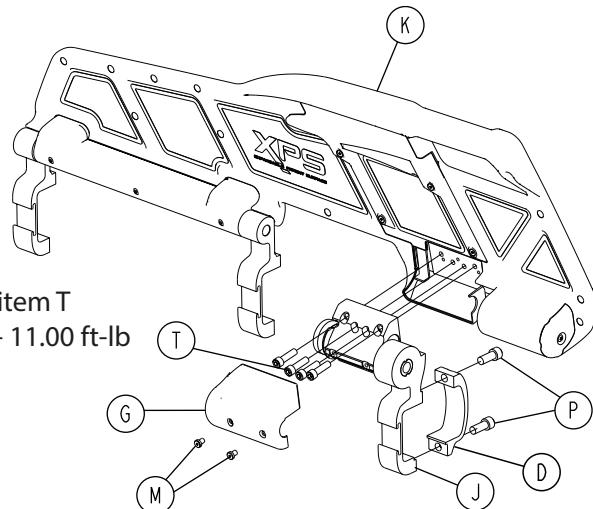

Figure 23 – Composants de l'ensemble clé à cliquet (XPS)
5. À l'aide d'une clé à 6 pans de 3/32 po, retirer les deux vis d'assemblage à six pans creux (M) qui fixent le couvercle de la clé à cliquet (G) à l'ensemble clé à cliquet (J) (Figure 23). Retirer et conserver le couvercle de la clé à cliquet. Conserver les vis.
6. À l'aide d'une clé à 6 pans de 1/4 po, retirer les vis d'assemblage à six pans creux (P) qui fixent la pince de barrière (D) à l'ensemble clé à cliquet du côté pieds de l'ensemble principal. Conserver les vis.
7. À l'aide d'une clé à 6 pans de 3/16 po, retirer les quatre vis d'assemblage à six pans creux (T) qui fixent l'ensemble clé à cliquet à l'ensemble de surmoulage (K). Retirer l'ensemble clé à cliquet et le mettre de côté. Conserver les vis.